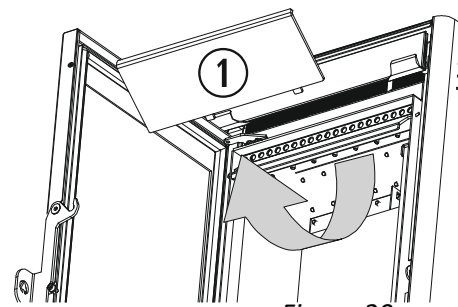

Figura 20
①	Cassonetto porta-cenere.
Nei modelli *Creta* (figura 20), e *Moon II*, si deve realizzare un'operazione di pulizia totale dello scambiatore di calore (②), quest'operazione dovrà essere eseguita settimanalmente. Spingere verso l'alto la placca superiore del focolare (①), fino a disinnestare i pannelli che la fissano alla placca centrale e tirarla. Al termine, collochiamo di nuovo la placca superiore assicurandoci che i piedini rimangano correttamente incorporati.
①	Placca superiore del focolare.
②	Scambiatore di calore.